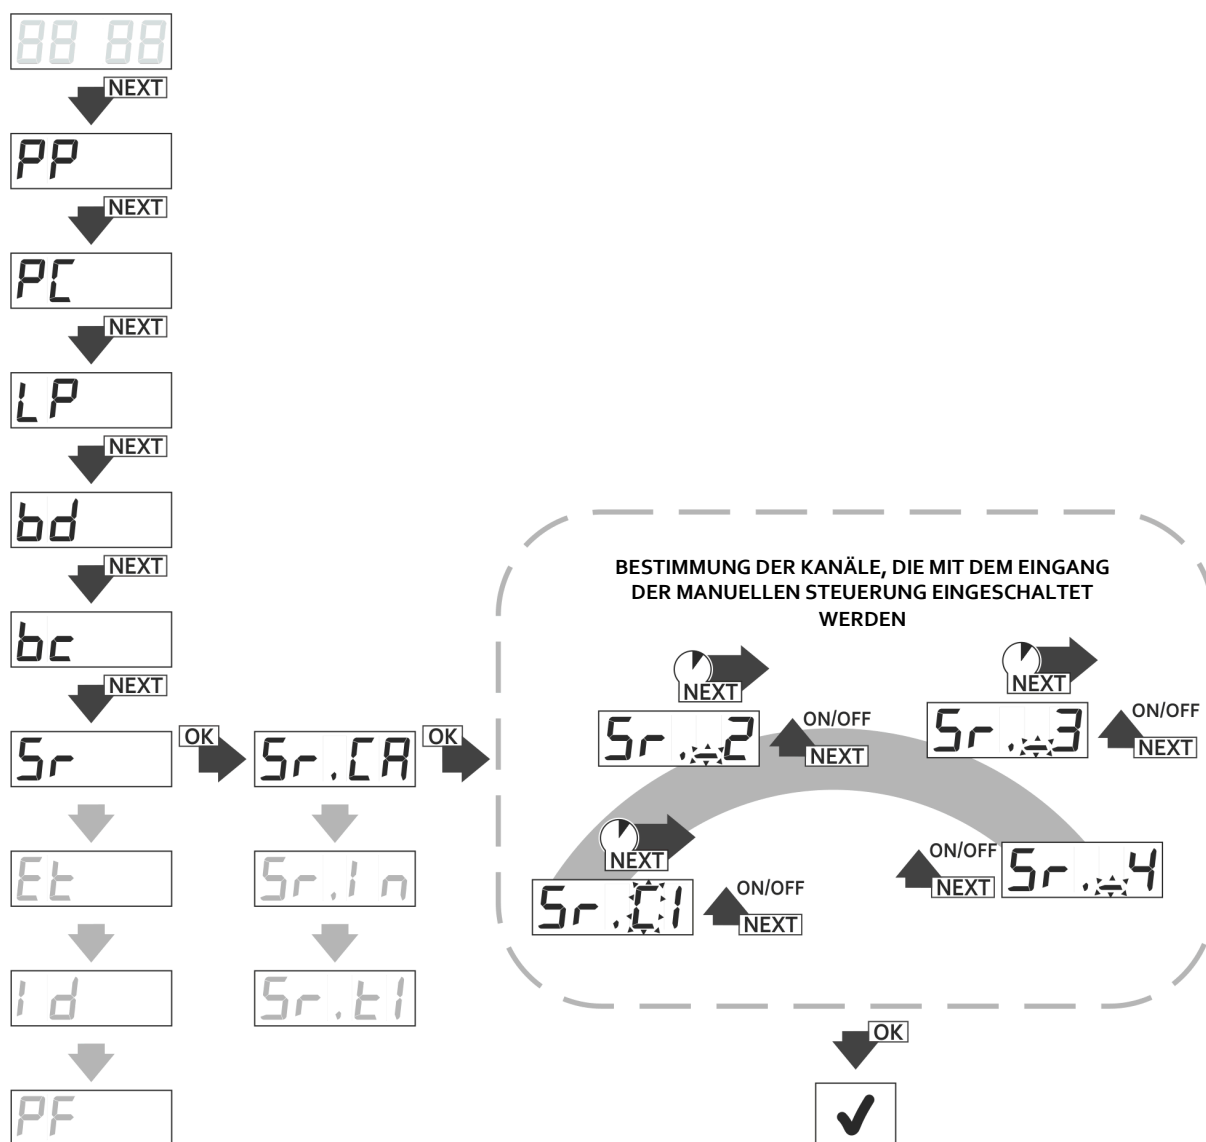

Abb. 22 Zuordnung der Kanäle des Funkempfängers dem Eingang der manuellen Steuerung, Funktion Sr.CA.
- vom Hauptmenü die Option Sr mit der Taste NEXT wählen und die Taste OK/ESC des Funkempfängers drücken; auf der Anzeige erscheint 'Sr.CA' (Abb.22);